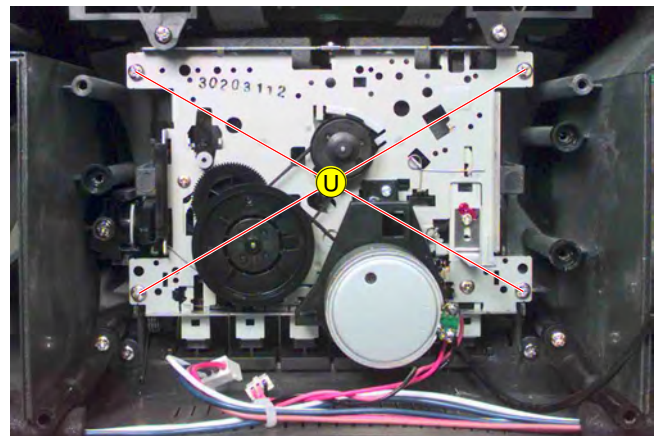

Fig. 13
- 4 Schrauben \textcircled{U} (Fig. 13) herausdrehen.
- Undo 4 screws \textcircled{U} (Fig. 13).